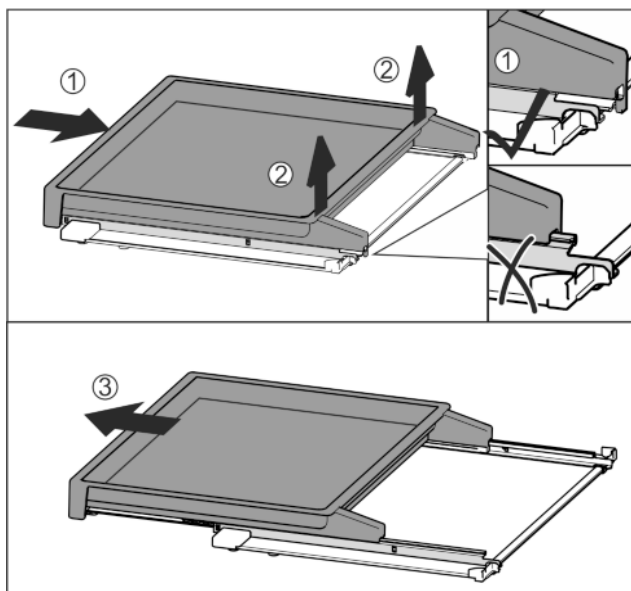

Fig. 34
- ▶ Вставить вытяжную панель полностью Fig. 34 (1).
- ▶ Отпустить фиксацию на задней стороне Fig. 34 (2).
- ▶ Извлеките вытяжную панель движением вперед Fig. 34 (3).